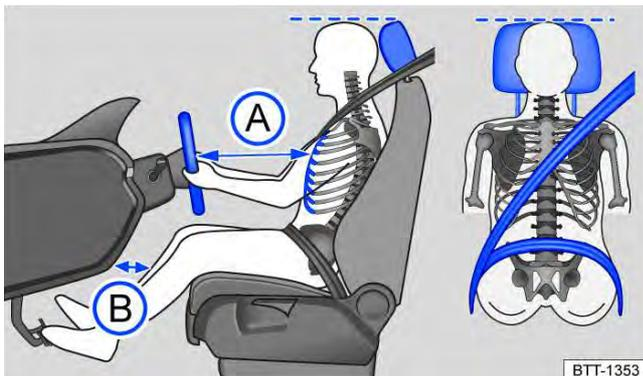

Fig. 2 Distância correta do condutor em relação ao volante, posição correta do cadarço do cinto de segurança e ajuste correto do apoio para cabeça.
- Ajustar o banco de modo que a distância entre o volante e o tórax tenha no mínimo 25 cm → Fig. 2 (A) e que o condutor possa segurar o volante pela borda externa com as duas mãos e os braços ligeiramente dobrados.
- Ajustar o banco do condutor na direção longitudinal de modo que os pedais possam ser acionados com as pernas ligeiramente arqueadas e a distância para o painel de instrumentos na área do joelho seja de, no mínimo, 10 cm (B)
- Para os bancos com apoio para cabeça: ajustar o apoio para cabeça de modo que a sua borda superior se encontre preferencialmente na mesma linha da parte superior da cabeça → Fig. 2 – porém não abaixo da altura dos olhos. Posicionar a parte posterior da cabeça o mais perto possível do apoio para cabeça.